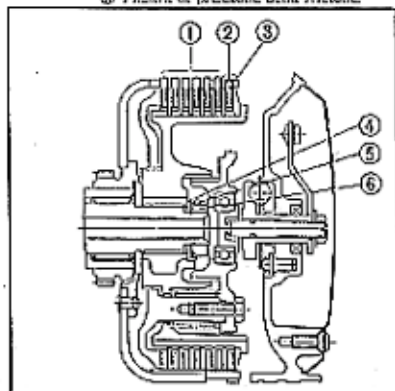

Fig. 3-137
1. Montare il tamburo centrale della frizione, la rondella elastica (parte bombata verso l'esterno), la rondella di sicurezza, ed il dado a ghiera, nell'ordine. Serrare mediante l'apposita chiave a T (attrezzo n° 07D85-30001) a una coppia di 4,5-5,0 kgm. Riferirsi alla fig. 3-137 per l'installazione della rondella elastica.